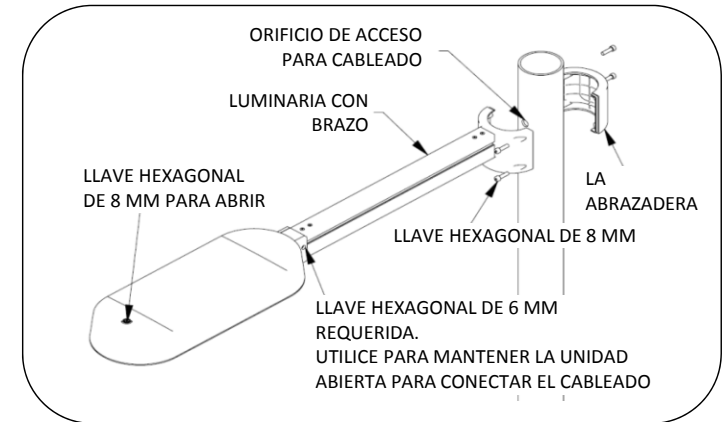

Fig. 4: Instalación de la luminaria
5. Instale la abrazadera en el poste como se indica en la Fig. 4.